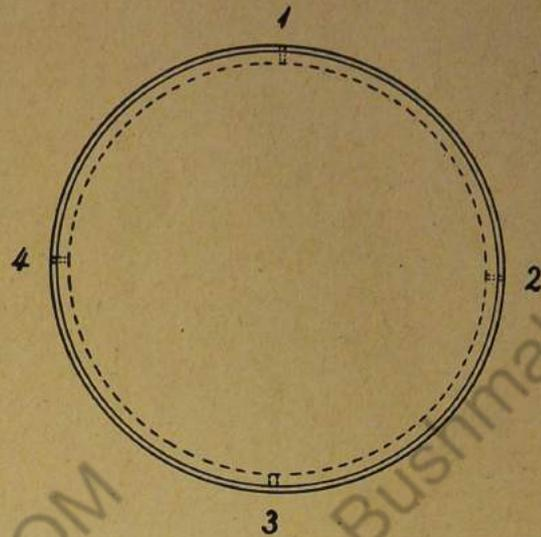

Bild 52: Stellung der Kolbenringschlitze
6. Kolbenringe mit Kolbenringzange einsetzen, wobei beachtet werden muß, daß die Kolbenringritze gegeneinander versetzt sein müssen (Bild 52)